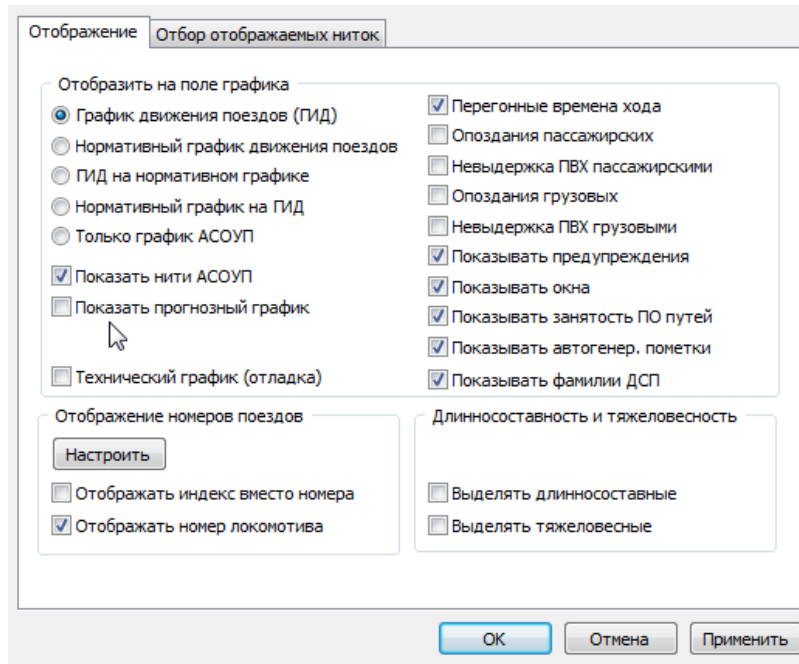

Рис.51. Окно «Свойства графика»
2. Откроется окно «Свойства графика» (см. рис. 51)